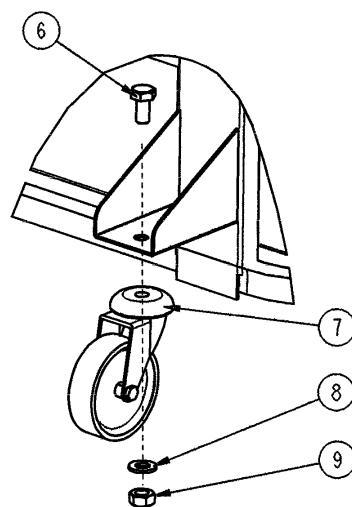

Fig. 2
- Insert bolt (6) at the wheel bracket; attach the caster (7), washer (8), and nut (9) below the bracket (Fig. 2).
- Insertar el tornillo (6) sobre la pletina de fijación; colocar después la rueda giratoria (7), la arandela (8), y la tuerca hexagonal (9) por debajo de la pletina de fijación (Fig. 2).
- Introduire la vis (6) sur la platine de fixation; introduire ensuite la roue pivotante (7), la rondelle (8) et l'écrou (9) sous la platine de fixation (Fig. 2).